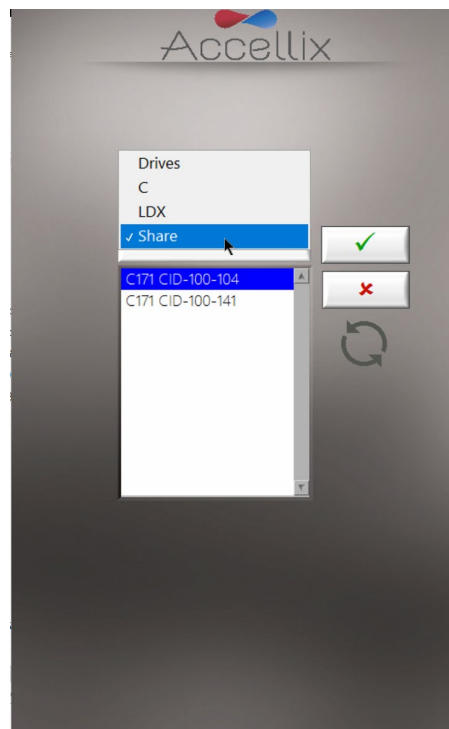

图 25 : 设置数据目的位置配置屏幕
- 显示复制这些文件所需的硬盘空间数量（“**GB to be copied** [待复制的 GB 数]”）以及目标驱动器上的可用空间（“**GB Available** [可用 GB 数]”）。在 **Destination Location**（目的位置）功能中选择复制的目的位置（图 25）。
轻触文件夹图标显示 **Set Data Destination Configuration** (设置数据目的位置配置) 屏幕 (图 25) :